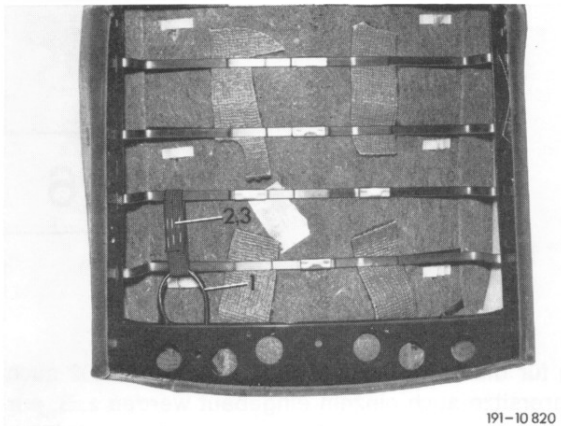

Bild 3
11 Elektrische Leitungen der Heizkissen (1) nach Bild 3 verlegen und mit den Gummibändern (2) und den Heftklammern (3) an den Lehnrahmen befestigen.